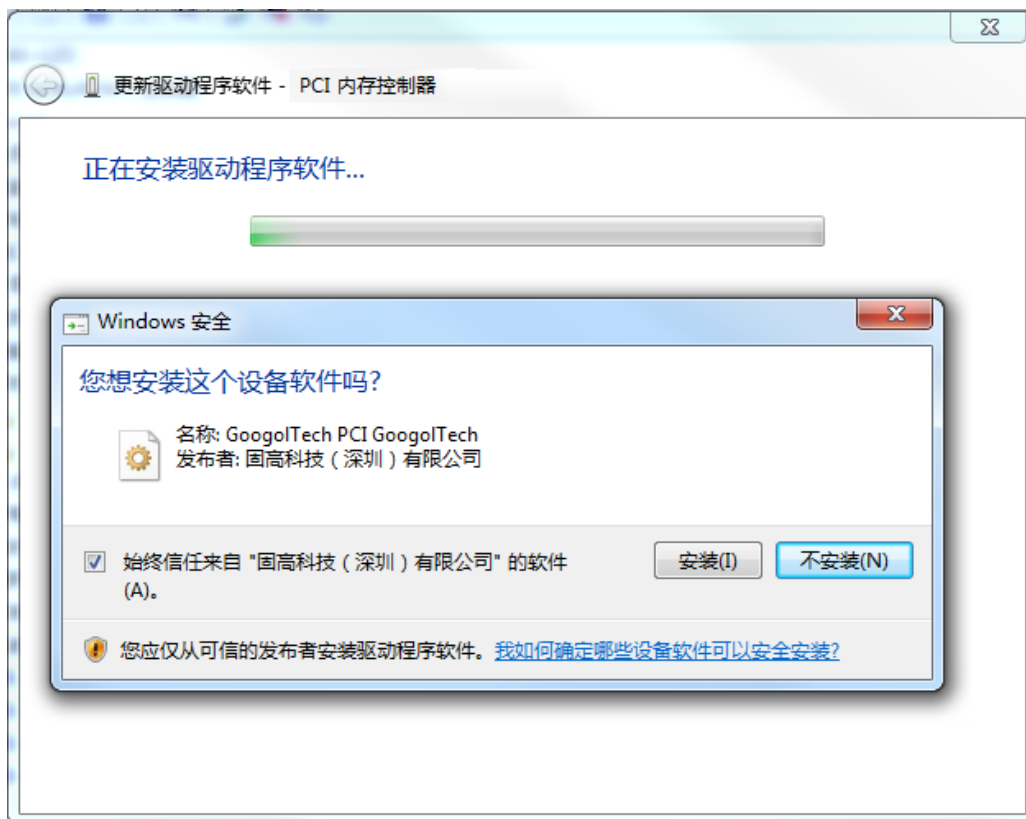

图 2-5 控制器驱动程序安装界面 5
(5) 如图 2-5 所示, 勾选“始终信任来自“固高科技（深圳）有限公司”的软件(A)”, 点击“安装(I)”。